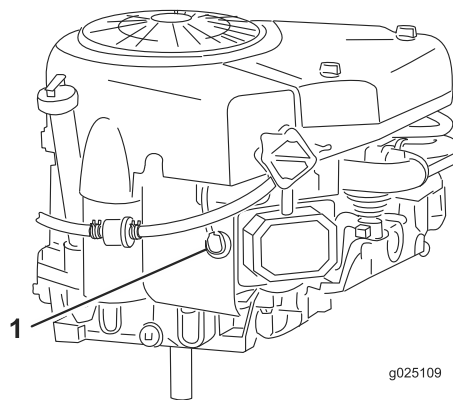

Figura 28
6. Scollegate il cappello della candela (Figura 28).
8. Togliete la candela e la rondella metallica (Figura 28).
3. Collegate il cappellotto alla candela (Figura 28).